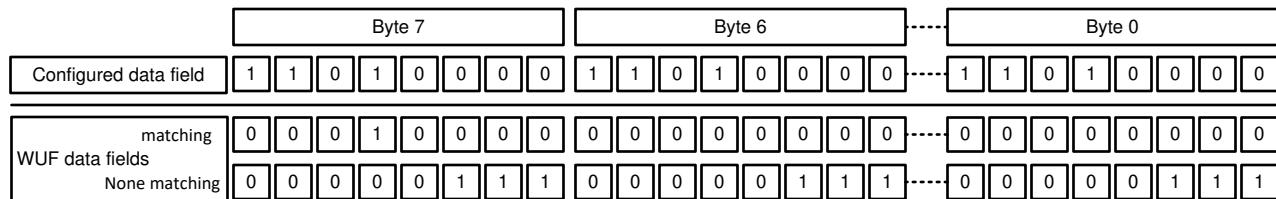

図 8-25. WUF のデータフィールド検証の例
データ マスク ビットによってデータ マスクが有効化されている場合、受信フレームのデータは設定されたデータと一致している必要があります。具体的には、受信フレームのデータフィールド内にある論理 High (1) のビットのうち、少なくとも 1 つが設定済みデータのデータフィールド内の論理 High (1) ビットと一致している必要があります。関連するビット位置は、8'h39 ~ 8'h40 の構成されたデータによって決定され、8'h38[0] のデータ マスクイネーブルによってイネーブルされます。図 8-25 に、マッチングするデータとマッチングしないデータの例を示します